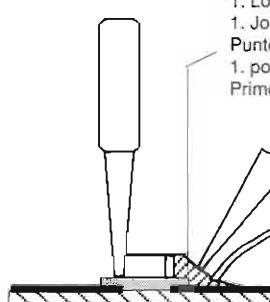

Fig. 4
4. Schritt: CHIP an der Lötstelle ansetzen, zentrieren und anlöten (Fig. 4).
4. step: Put the CHIP onto the soldering point, then center and fix it (Fig. 4).
4. Poser le composant CMS sur cette pointe de soudure, centrer et souder. Maintenir le composant CMS à l'aide d'une pince brucelle (Fig. 4).
4. Appoggiare il CHIP sul punto di saldatura, centrarlo e quindi saldarlo (Fig. 4).
Cuarto paso: Colocar el CHIP sobre la gota estaño, centrarlo y soldarlo (Fig. 4).